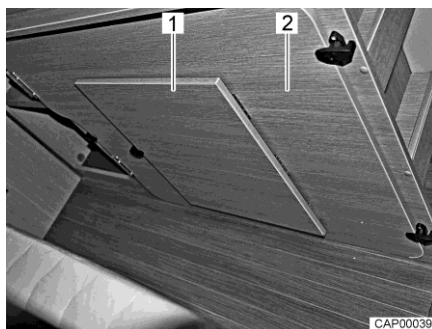

Bild 50 Stödplatta vid höger sängram
- Ta dessutom upp stödplattan (Bild 50,2) från höger sängram bak.
- Fäll ut fotstöd (Bild 50,1) på stödplattan.